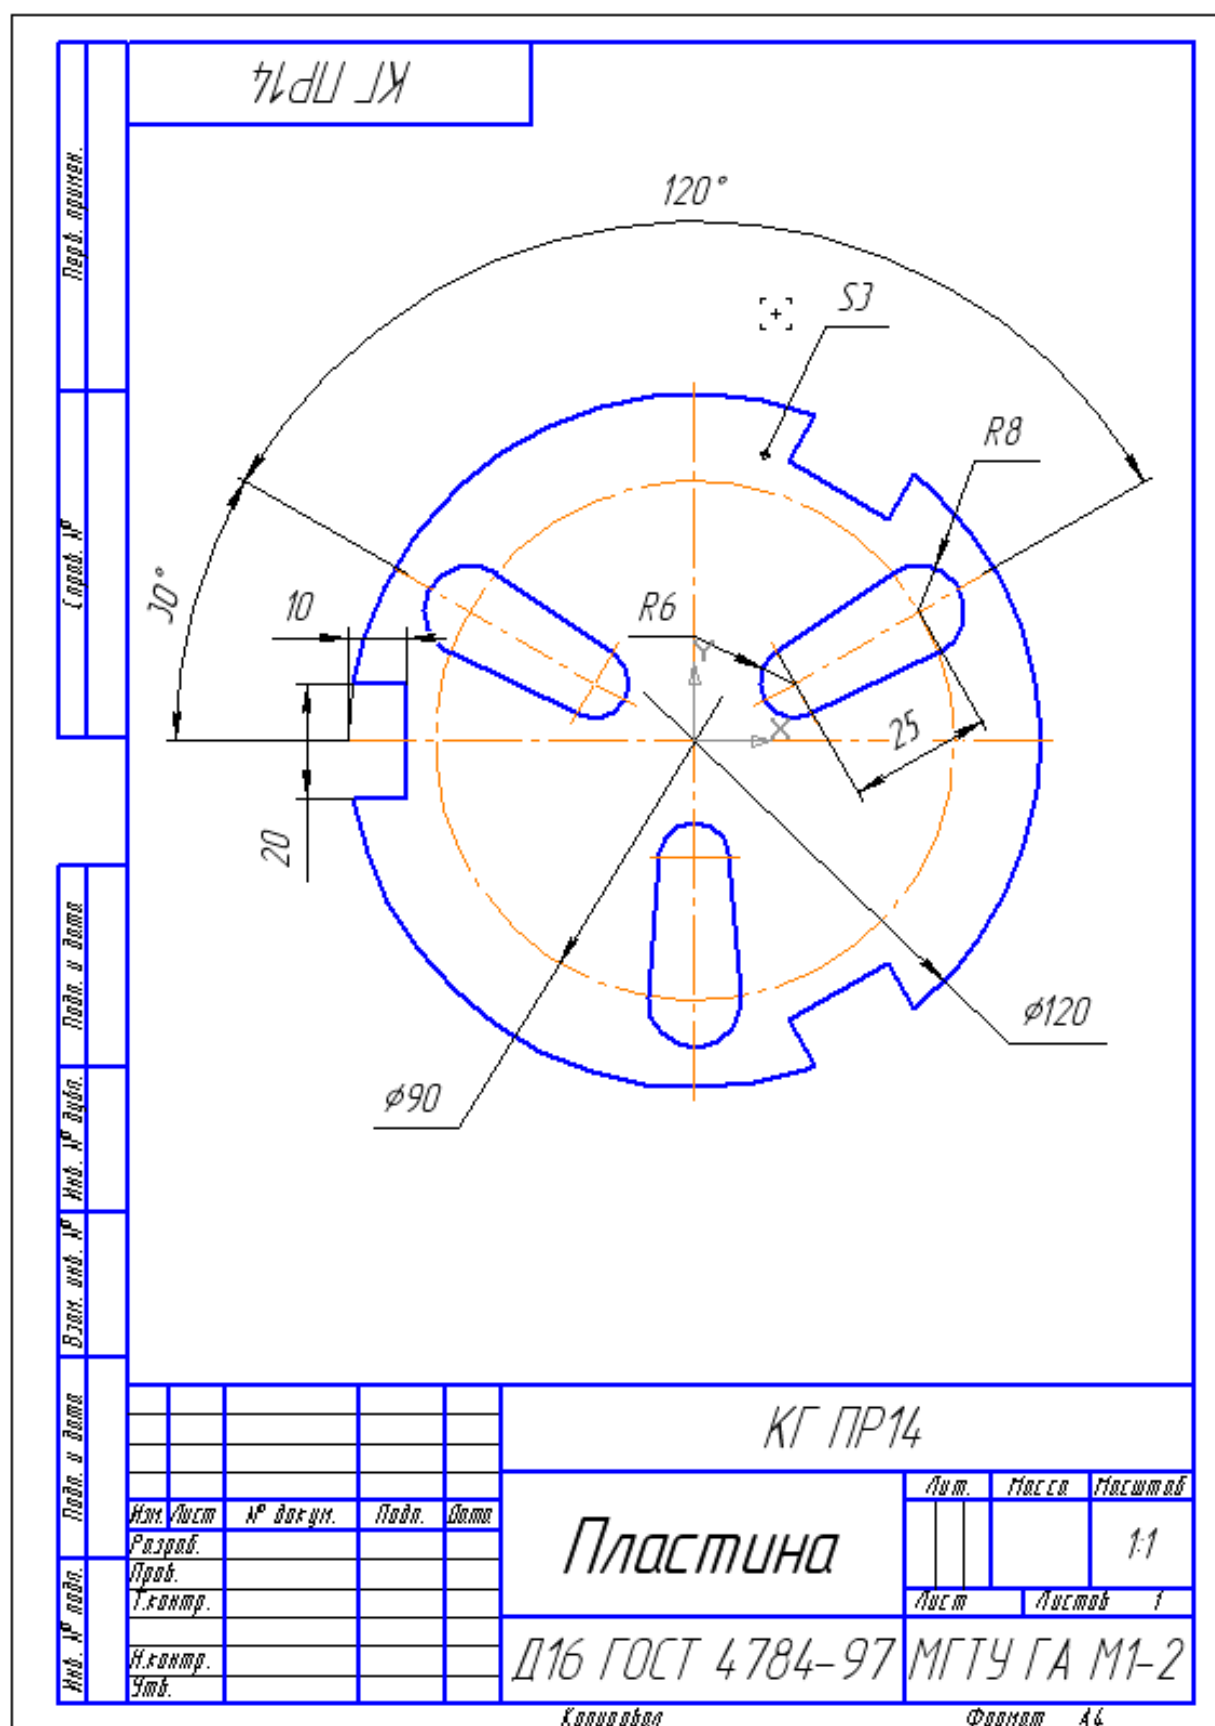

Рис. 60
**Задание.** Выполните чертеж, рис. 60. Проставьте размеры. Формат А4.
Заполните основную надпись, рис. 60.